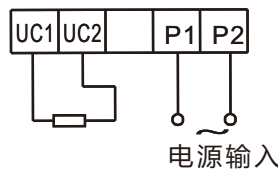

图3 欠电压脱扣器接线图
当电压下降到额定控制电源电压的70%~35%范围内，欠压脱扣器应动作；在低于脱扣器额定电压的35%时，欠压脱扣器应能防止断路器闭合；在额定控制电源电压85%~110%内，欠电压脱扣器应能保证开关可靠闭合。用户接线见图3。
5.2.1 电动操作机构结构形式见表6，及其与开关安装电操后的总高见表11。电操接线图见图3。